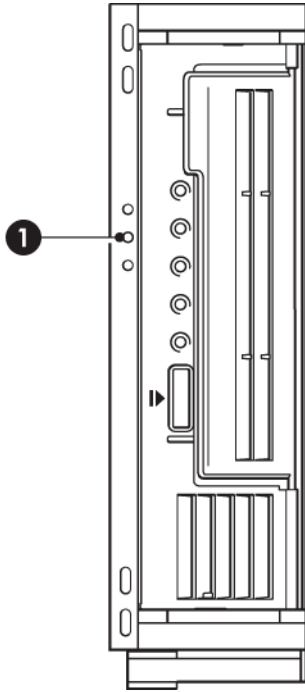

Рисунок 16. Индикатор состояния системы
1. Установите сверхтонкий стример, как описано в предыдущих разделах. В процессе установки соединения индикатор состояния системы (элемент 1 на Рис. 16 на стр. 35) будет мигать красным светом. Если индикатор продолжает мигать более 2 минут, возможна неполадка. Убедитесь, что питание сверхтонкого сервера выключено, затем извлеките сверхтонкий стример и установите снова.
2. Когда сверхтонкий стример будет распознан, индикатор состояния системы (элемент 1 на Рис. 16 на стр. 35) начнет светиться зеленым светом.